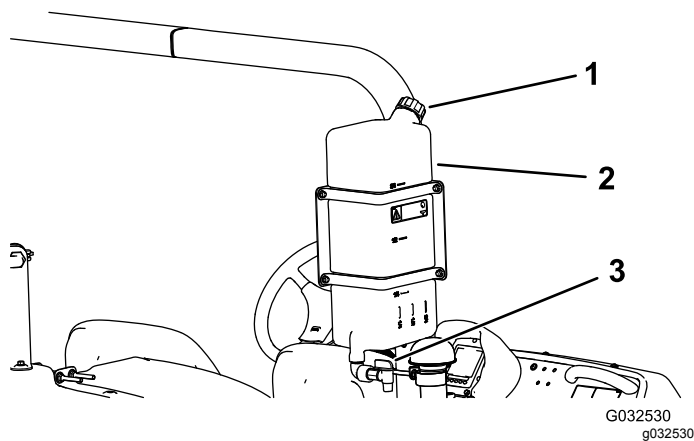

图 27
- 若要为水箱加水请旋开水箱顶部的盖子然后向水箱中注入清水然后再盖上盖子图 27。
- 若要打开清水箱龙头请转动龙头上的阀柄图 27。